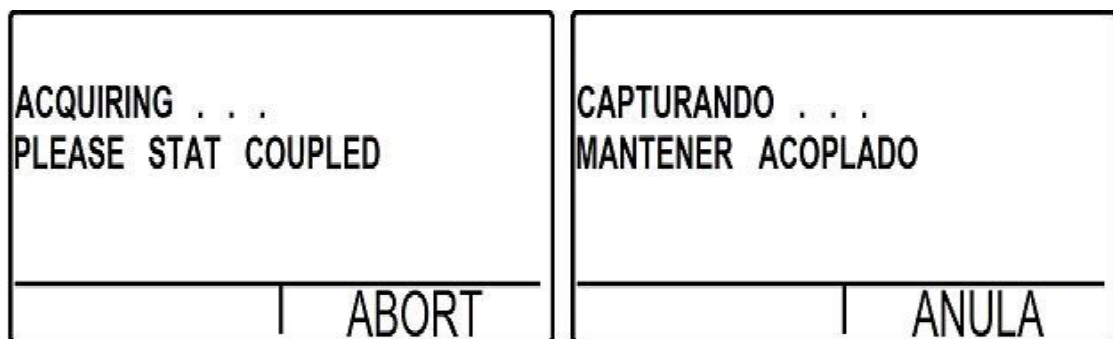

Figura 28: Pantalla indicando que está registrándose información.
- d. Al acoplar el transductor el instrumento registra información y automáticamente la pantalla aparece momentáneamente como se muestra en la Figura 28.